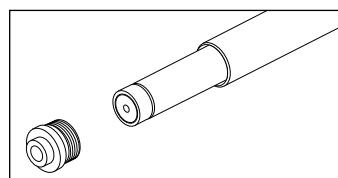

Fig. 4
- Aplique una pequeña cantidad de líquido para fijación de roscas en las roscas del tapón en el extremo de la varilla. Instale el tapón roscado (Fig. 4) con una llave de 14 mm. Apriételo a un par de 3,4-4,5 Nm.